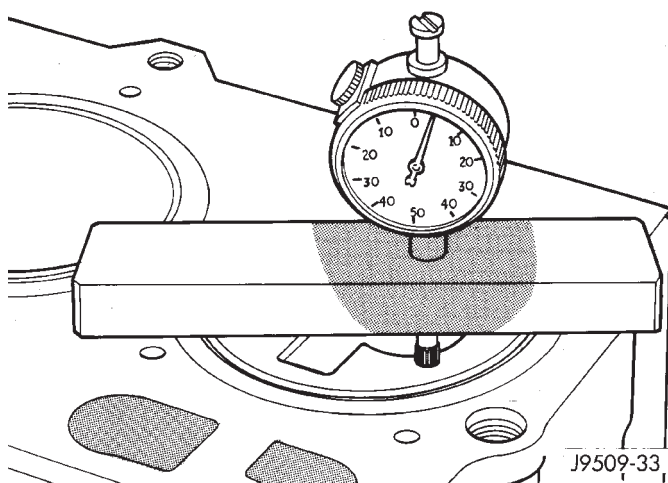

Fig. 36 Medición de la proyección del pistón
- (1) Utilice la herramienta especial VM.1010 con la herramienta especial de indicador de cuadrante VM.1013 (Fig. 36).
- (2) Lleve el pistón del cilindro nº 1 exactamente hasta el punto muerto superior.
- (3) Coloque el indicador a cero en la superficie de contacto del bloque de cilindros.